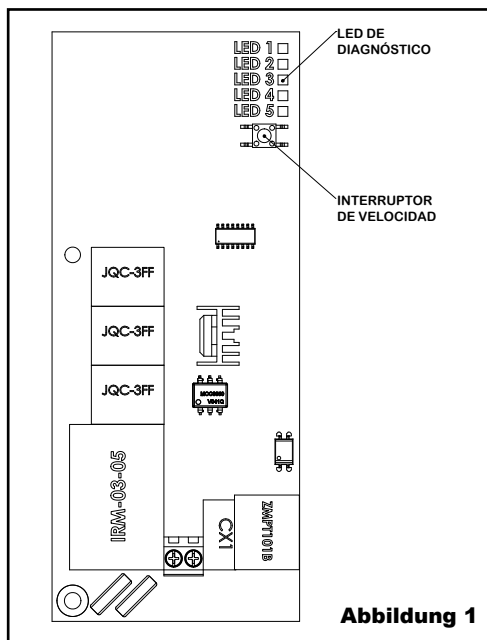

Abbildung 1
Diese Modelle verfügen über eine verstellbare Gebläsedrehzahlsteuerung mit drei Betriebsstufen – Hi (Hoch), Med (Mittel) und Low (Niedrig). Der Schalter hierfür befindet sich auf der Leiterplatte im Trockner (siehe nachstehend Abb. 1).
3. Mit dem Schalter auf der Leiterplatte im Trockner (siehe nachstehend Abb. 1) die Drehzahl des Gebläses je nach Bedarf einstellen. (Hinweis: Bei mittlerer oder niedriger Geschwindigkeit leuchtet die LED 3 auf der gedruckten Schaltung.) Die Abdeckung des Trockners mithilfe des im Lieferumfang enthaltenen Inbusschlüssels wieder anbringen. Die Befestigungsschrauben **entgegen dem Uhrzeigersinn** drehen und festziehen. Die Schrauben nicht zu fest anziehen.
Auf der Leiterplatte befindet sich ein Satz LED-Leuchten, die den Betriebsstatus des Händetrockners anzeigen. Bei der Kontaktaufnahme mit dem technischen Kundendienst (Technical Service) von World Dryer sollten Sie darauf vorbereitet sein, die Abdeckung des Trockners abzunehmen und den Zustand der LED-Leuchten anzugeben, da dieser für die Fehlersuche zweckdienlich sein kann. Siehe Abbildung 1 für die Lage der Diagnose-LED-Leuchten auf der Leiterplatte. Siehe Tabelle 4 für eine Erklärung der jeweiligen LED-Funktion.